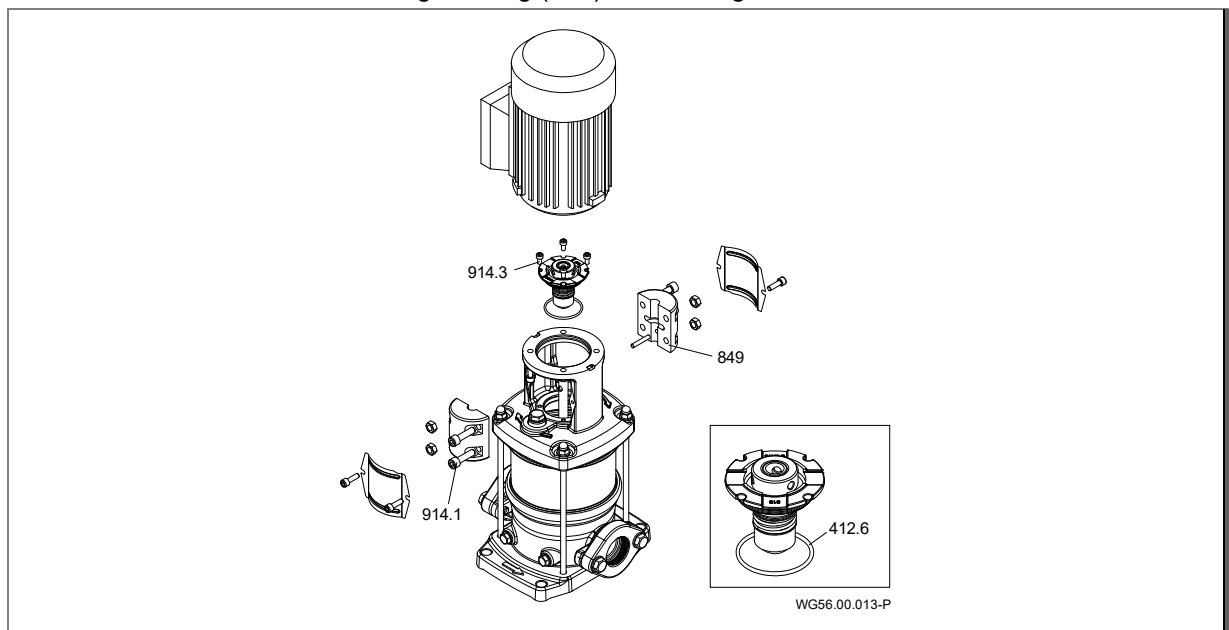

Abb. 17
Siehe "Abb. 17" auf Seite 31
- ➔ Abbildung 17 beachten.
- 2. Rotierende Einheit der Gleitringdichtung (433) auf die Wellenhülse montieren.
- 3. O-Ring und Gegenring der Gleitringdichtung (433) in dem Dichtungsdeckel (471) montieren.
- 5. Dichtungsdeckel (471) auf die Wellenhülse schieben.
- 7. Wellenschutzhülse auf die Welle (211) schieben und Dichtungsdeckel (471) in die Antriebslaterne (161) drücken.